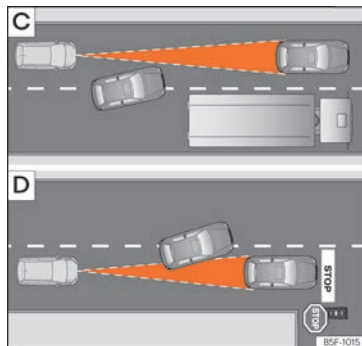

Abb. 143 [C] Fahrspurwechsel eines anderen Fahrzeugs. [D] Abbiegendes und weiteres stehendes Fahrzeug.
- Fahrzeuge, die in geringem Abstand auf die eigene Fahrspur wechseln >>> [Abb. 143] [C].
ACC reagiert nicht auf stehende Fahrzeuge. Wenn z. B. ein von der ACC erfasstes Fahrzeug abbiegt oder ausschert und sich vor diesem Fahrzeug ein stehendes Fahrzeug befindet, reagiert ACC nicht auf das stehende Fahrzeug »» (Abb. 143) .